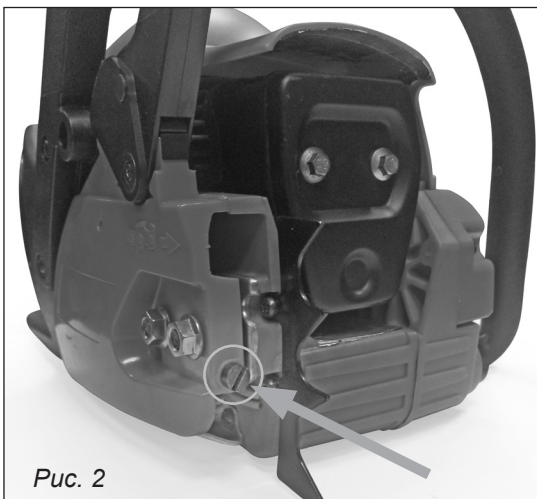

Рис. 2
- Установите ползун в положение максимально близкое к звездочке ведущей путем вращения винта натяжения цепи против часовой стрелки (рис. 2).